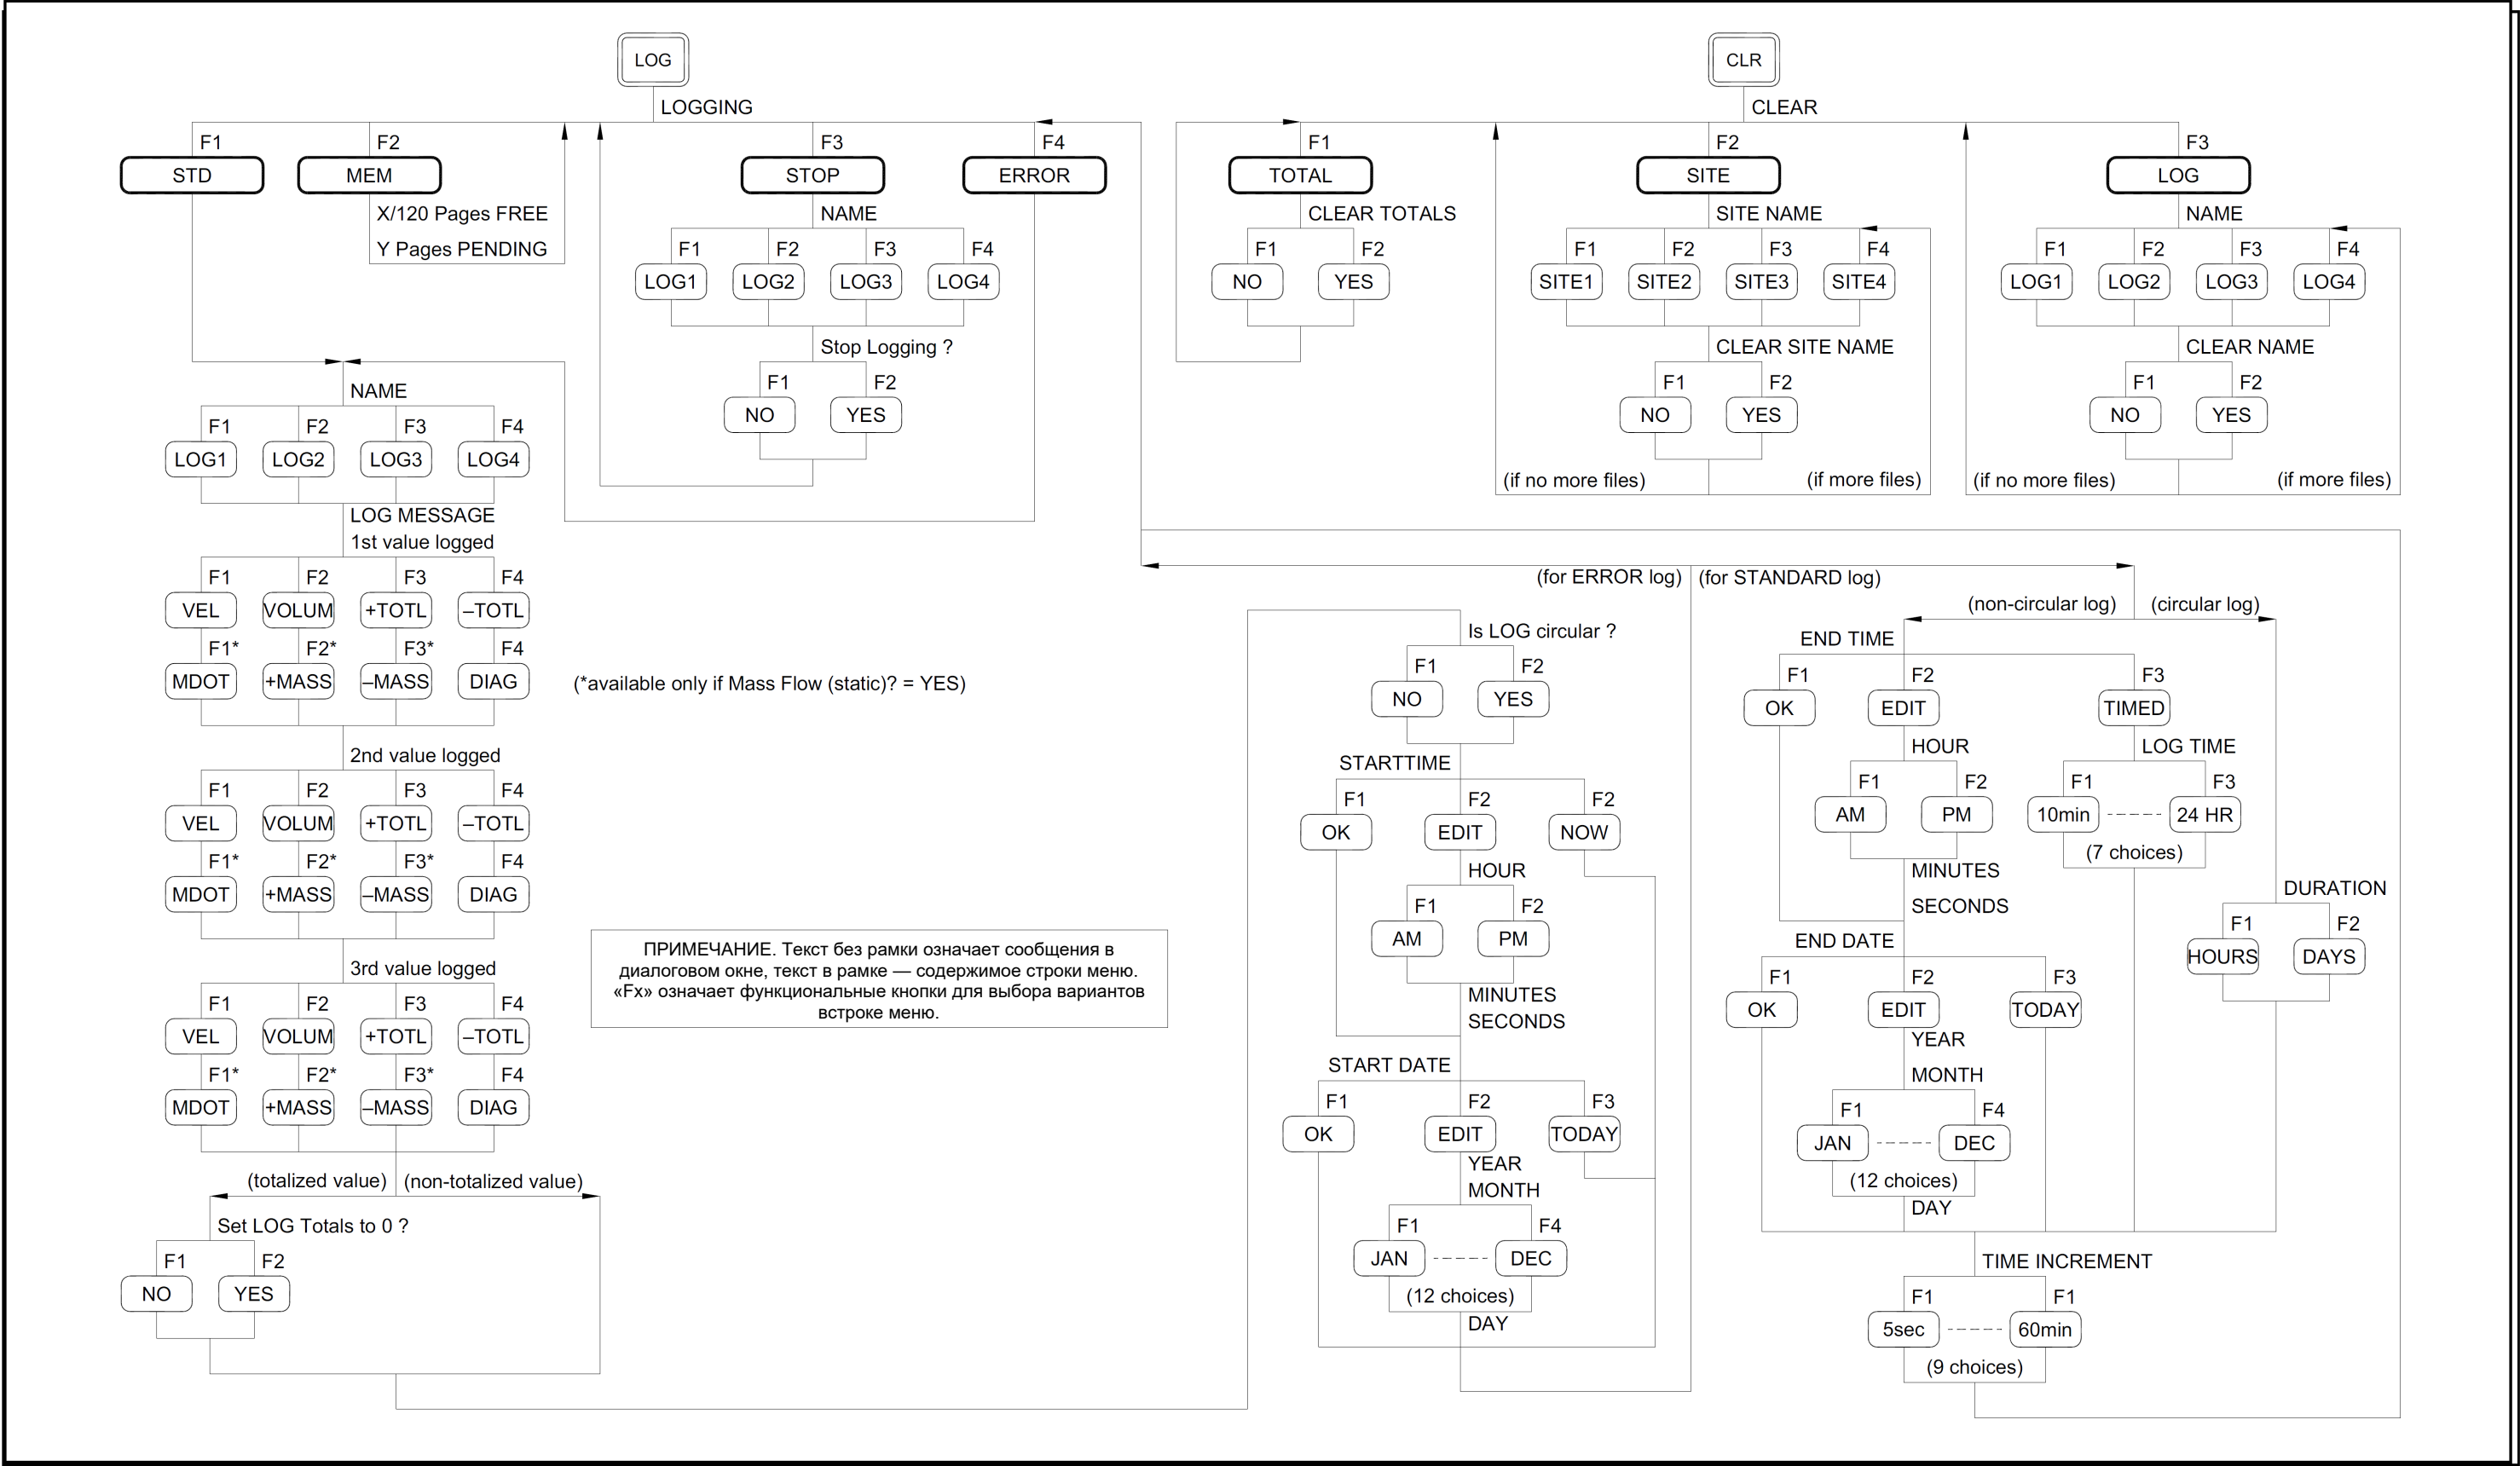

Рисунок 18: Схемы меню LOG и CLR
3. Выделите пункт «*New*» (Новый) щелчком мыши, чтобы перейти в подменю с двумя вариантами (см. рис. 18).